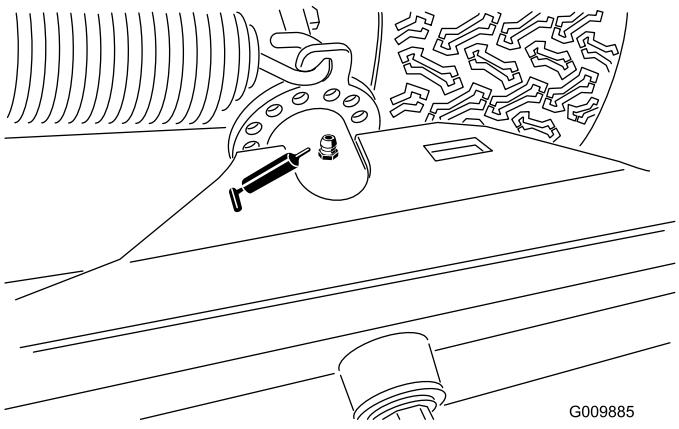

Bild 40
- Hintere Hubzylinder-Drehbüchsen (Bild 40)